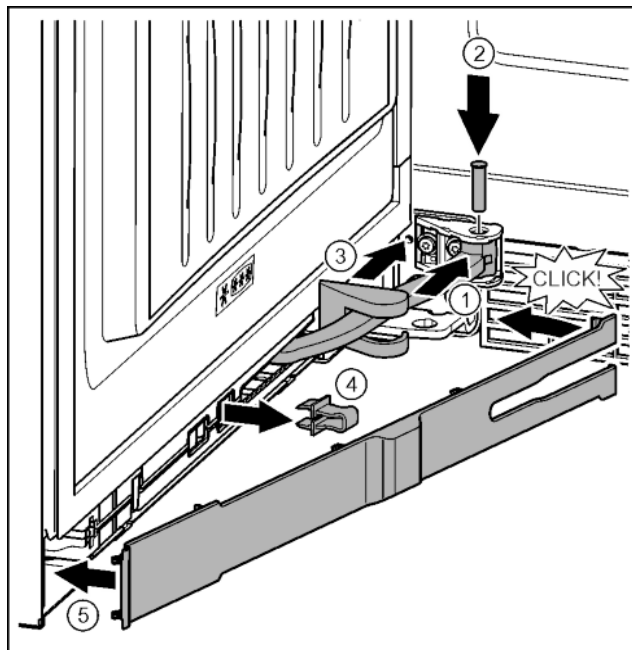

Fig. 46
- ▶ Ruotare lo snodo nel componente di blocco. Fig. 46 (1)
- ▶ Inserire il perno con un cacciavite T15 nel componente di blocco e nello snodo. Prestare attenzione che l'arresto sia correttamente in sede nella scanalatura. Fig. 46 (2)
- ▶ Spingere la copertura del blocco di supporto lungo lo snodo e montarla sopra il componente di blocco. Fig. 46 (3)
- ▶ Togliere la protezione. Fig. 46 (4)
- ▶ Applicare la mascherina lato maniglia e orientarla verso l'interno. Fig. 46 (5)